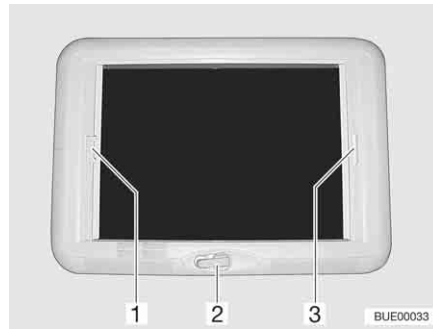

Fig. 93 Oblò a manovella
- Ruotare la manovella (Fig. 93,2) fino a quando non si incontra resistenza (angolo di apertura max. 70°).
- Tirare la tendina oscurante pieghevole per la maniglia (Fig. 93,3) e rilasciarla alla posizione desiderata. La tendina oscurante pieghevole rimane in questa posizione.
- Tirare la protezione contro gli insetti per la maniglia (Fig. 93,1) e rilasciarla alla posizione desiderata. La protezione contro gli insetti rimane in questa posizione.